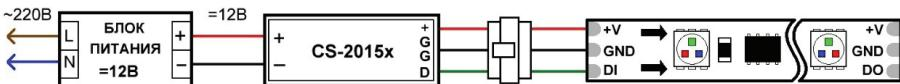

Рис.1. Схема подключения одной светодиодной ленты с напряжением питания 12В (для контроллера с общим трехконтактным коннектором).
- 3.2. Подключите светодиодную ленту «Бегущий огонь» к выходу контроллера в соответствии со схемами Рис.1 или Рис.2, в зависимости от используемого контроллера и светодиодной ленты. Назначение выходов контроллера и цветовая маркировка приведены в таблице.